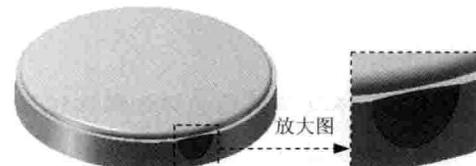

图 2.7 切除-扫描 1
Step5. 创建图 2.7 所示的零件特征——切除-扫描 1。选择下拉菜单 **插入(I) → 切除(C) → 扫描(S)…** 命令，系统弹出“切除-扫描”对话框；选取草图 2 为切除-扫描 1 的轮廓；选取草图 3 为切除-扫描 1 的路径；在“切除-扫描”对话框中 **选项(O)** 区域的 **方向/扭转控制(D)** 下拉列表中选择 **随路径变化** 选项；单击 **确定** 按钮，完成切除-扫描 1 的创建。